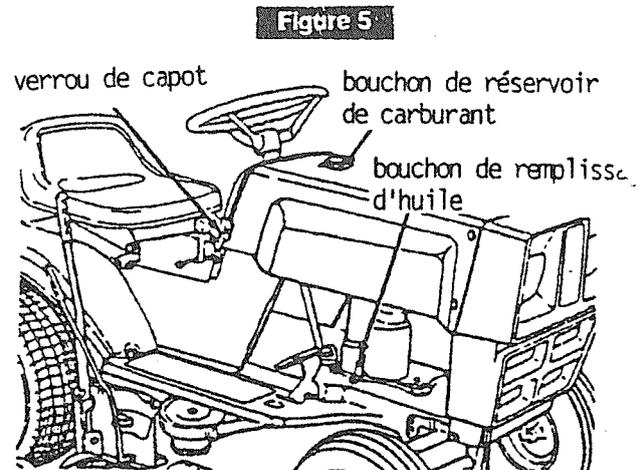

Figure 5
• Préparation du moteur (fig.5)